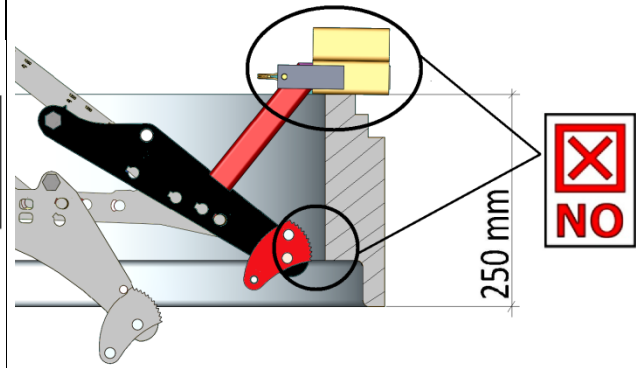

Bild 2
**Bild 2** näyttää kaivonrenkaan, jonka kokonaiskorkeus on vähintään 250 mm virheellisesti asennettu "adapterisarja SVZ-UNI:n tukeen". (44000079).